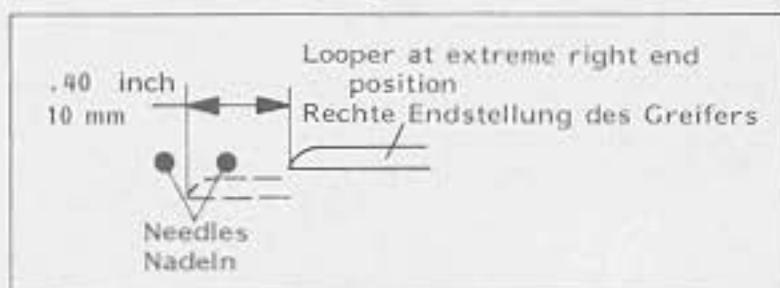

Fig.67B
5. Rotate the pulley counterclockwise until the looper has moved 10 mm (.400 in.) from right to left (Fig. 67B).
5. Drehen Sie das Handrad im Gegenurzeigersinn, bis sich der Greifer 10 mm von rechts nach links bewegt hat (Fig. 67B).